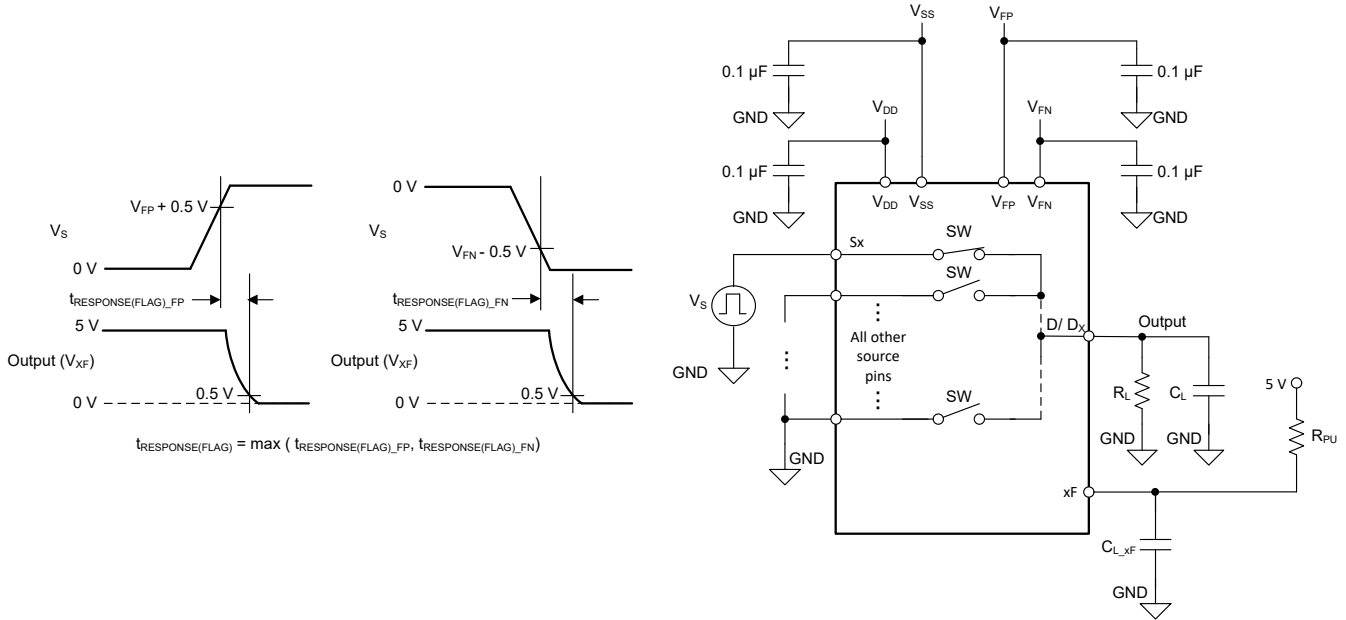

图 6-11. 故障标志响应时间测量设置
故障标志响应时间 ($t_{RESPONSE(FLAG)}$) 可测量电源电压超出故障电源电压 (V_{FP} 或 V_{FN}) 的值大于 $0.5V$ ，与通用故障标志 (FF) 引脚或特定故障标志 (SF) 引脚低于其原始值 10% 之间的延迟。图 6-11 展示了用于测量 $t_{RESPONSE(FLAG)}$ 的设置。